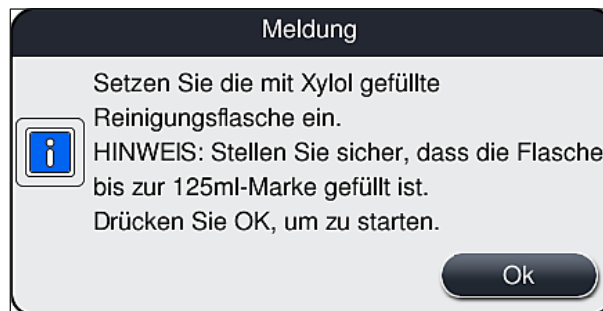

Abb. 102
10. Anschließend die Meldung (→ Abb. 102) mit **OK** bestätigen.